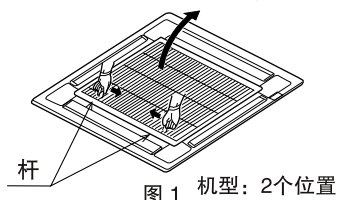

图1 机型：2个位置
- ① 将进风栅上的杆向里推，然后提起杆的一侧（参阅图1）。